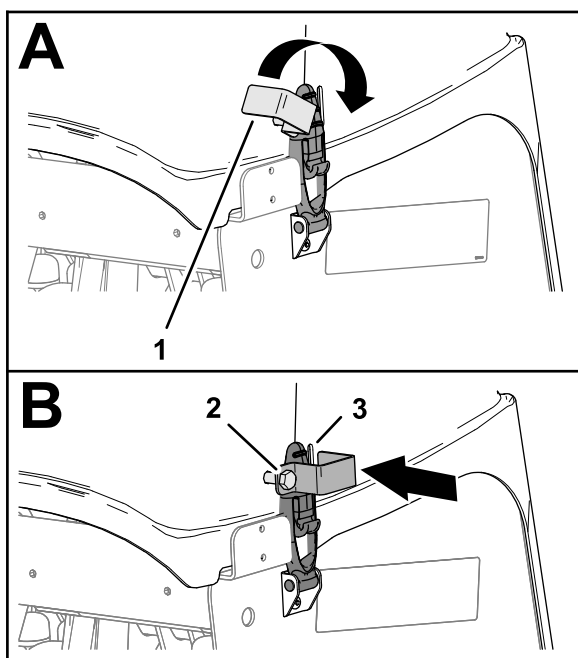

Figura 154
3. Dacă maina dumneavoastră dispune de elemente de blocare CE, rotiți placa de blocare până când se aliniază cu fanta din partea laterală a capacului capului de carotaj (Figura 154).
4. Strângeți urubul plăcii de blocare (Figura 154).